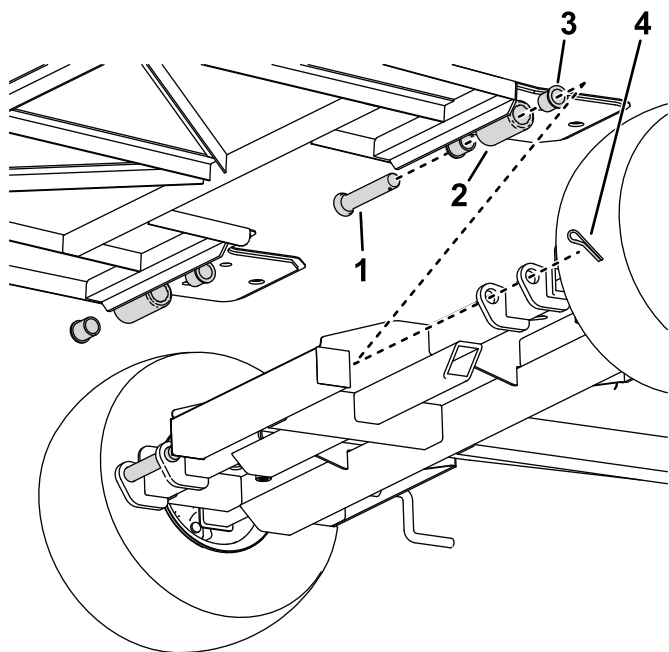

Figure 4
4. Installez la rampe sur le cadre à l'aide des axes et des goupilles fendues, comme montré à la Figure 4.